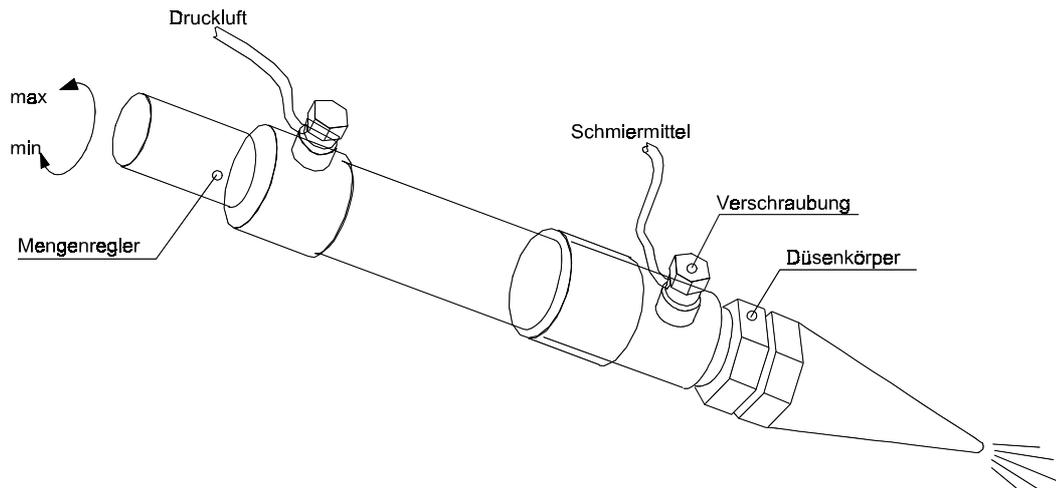

Bild 7-2 Dosiereinheit der SME
- Mengenregler (Bild 7-2) bis zum Anschlag herausdrehen (max. Menge)